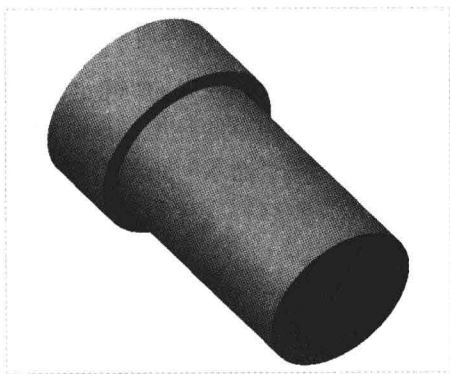

图 16-60 创建拉伸特征 2
Step 04 返回“拉伸”选项卡,设置拉伸高度为 10,单击“应用并保存在工具中所做的所有更改,然后关闭工具操控板”按钮,完成拉伸特征的创建,如图 16-60 所示。